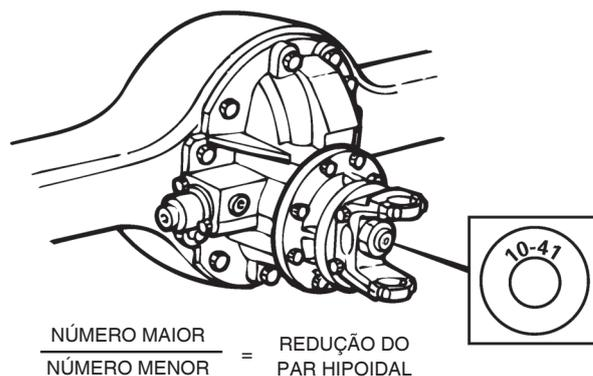

Figura 4.20
2. Identifique e anote o número de dentes da coroa e pinhão estampados na extremidade do pinhão do eixo posterior. Figura 4.20.
3. Calcule a redução do Par Coroa e Pinhão dividindo o número maior pelo número menor. Figura 4.20.